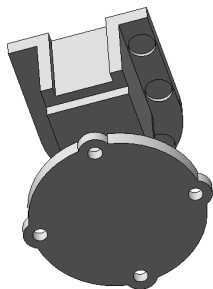

图 7-100 切除拉伸实体 3
3) 切除拉伸实体。单击“特征”控制面板中的 $\square$ （拉伸切除）按钮，或选择菜单栏中的“插入”→“切除”→“拉伸”命令，弹出“切除-拉伸”属性管理器，设置切除深度为 2，单击 $\checkmark$ （确定）按钮，效果如图 7-100 所示。
4) 设置基准面。选择图 7-100 所示的沉头孔底面，单击“标准视图”工具栏中的 $\downarrow$ （正视图）按钮，将该表面作为绘图的基准面。